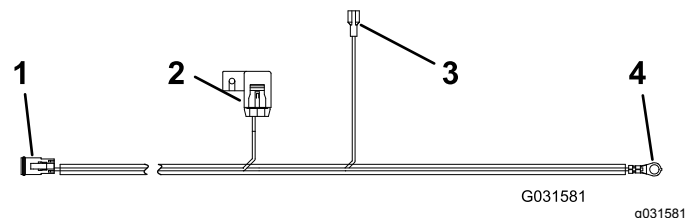

Figure 10
1. Pour alimenter le kit depuis le porte-fusibles du tracteur, utilisez le faisceau du porte-fusibles Figure 10. Fixez le connecteur du porte-fusibles au porte-fusibles du tracteur, puis installez un fusible de 15 A.